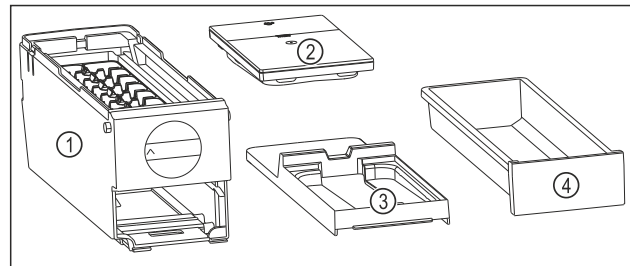

Fig. 146 Súčasti EasyTwist-Ice
- ▶ EasyTwist-Ice je rozložený na štyri časti. (pozri Fig. 146)
- ▶ Rozložte EasyTwist-Ice len na tie súčasti, ktoré sú na obrázku. (pozri Fig. 146)
- ▶ Korpus EasyTwist-Ice Fig. 146 (1) vyčistite ako celok.